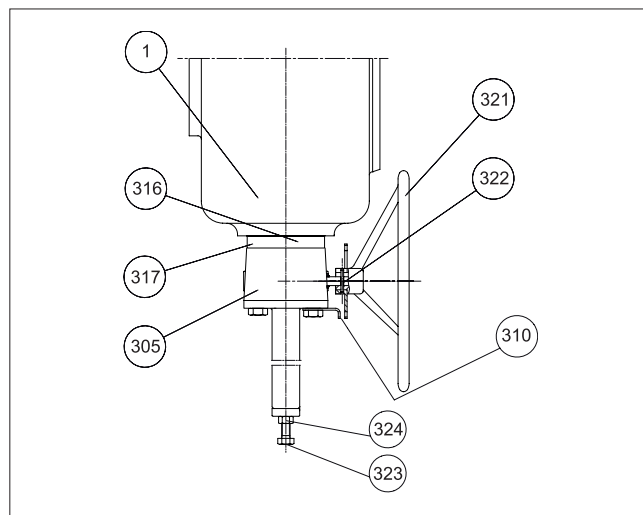

Fig. 29 B1JARR-manöverdon
B1JARR-manöverdonet är i övrigt som B1JA, förutom att det kan manövreras manuellt för att föra kolven till det övre läget mot fjädern om det inte finns någon lufttillförsel. Genom att vrida handratten medurs stängs ventilen. Manöverdonet B1JA kan ändras till B1JARR genom att huset (1) byts ut och delar (305 till 324) läggs till, se fig. 29.
Reservdelslista för fig. 29: